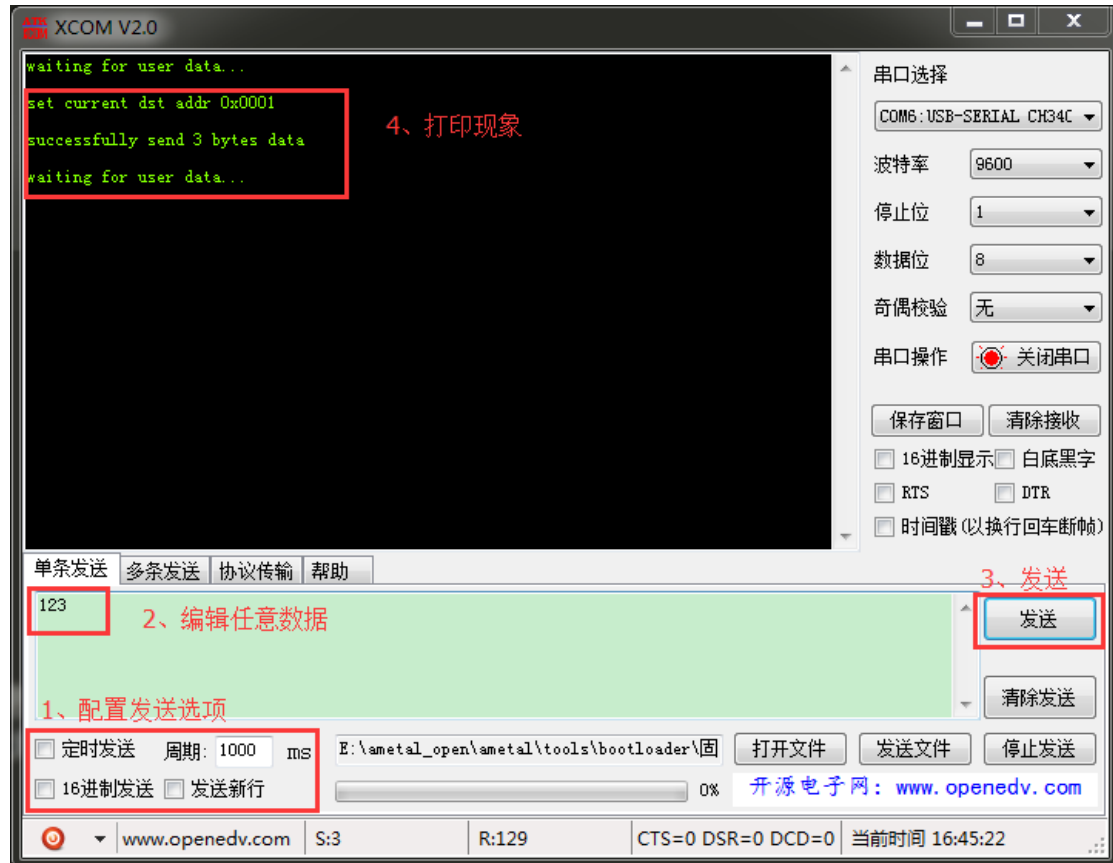
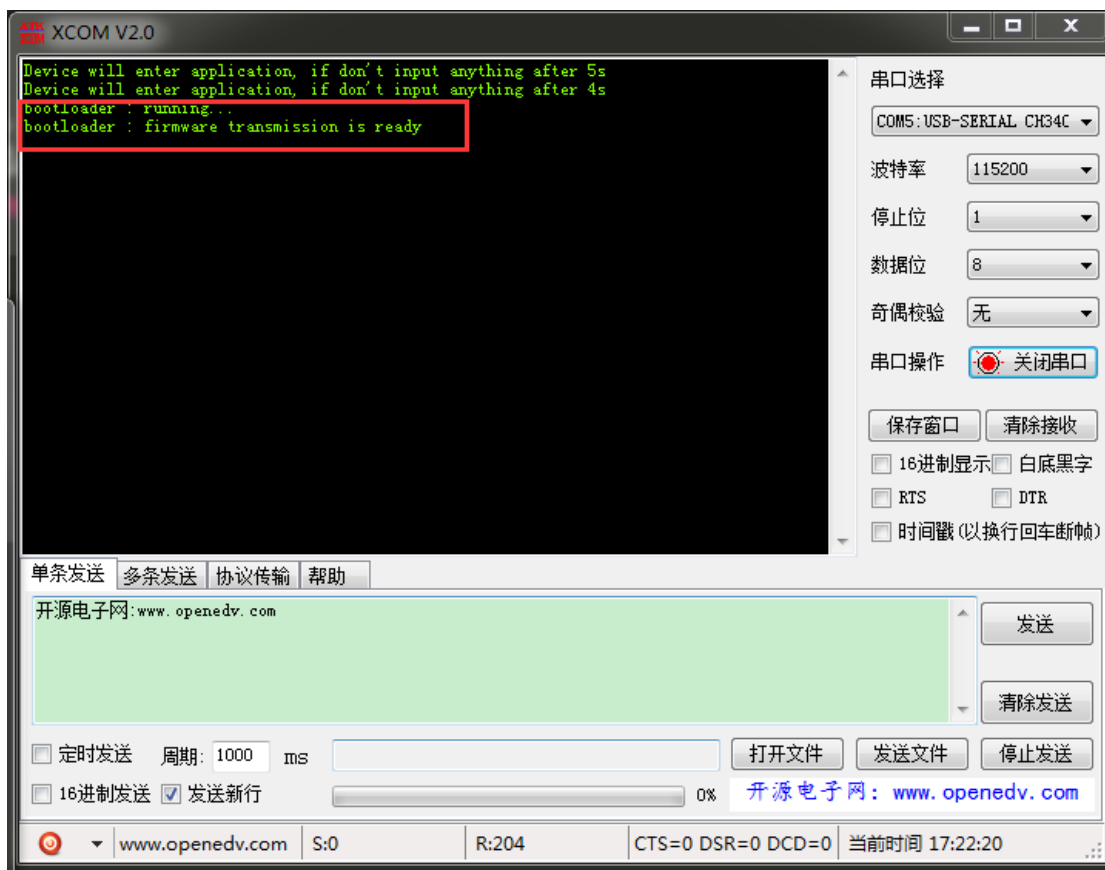

图 15: 发送任意数据给目标板
图 16: 目标板进入 bootloader，等待固件
3、按下目标板的复位按键 RST（注意短接相应的跳线帽）将板子复位运行，按在延时间内通过发送固件开发板的串口助手发送任意数据给目标板，如 图 15 所示；当目标板连接的串口助手打印出“bootloader : running.....”，表示进入本地升级模式，“bootloader : firmware transmission is ready”，表示已经准备好接收固件，如 图 16 所示。